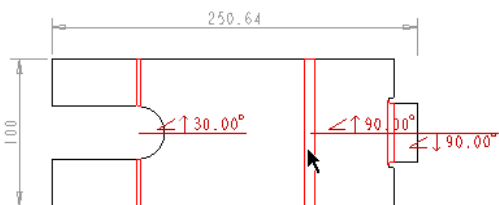
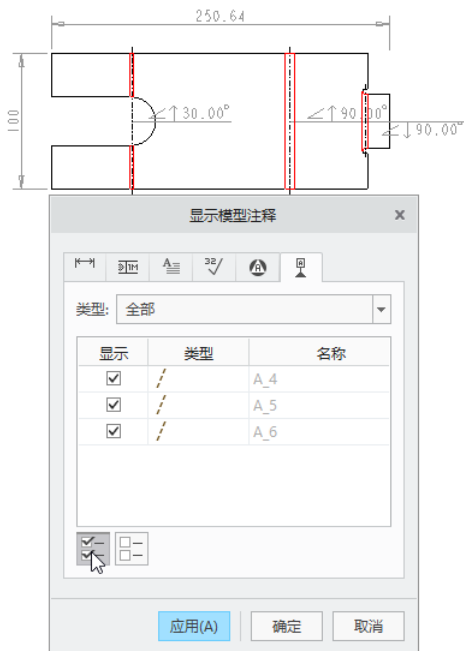

图 8-75 单击平整形态的折弯部位
图 8-76 设置显示模型轴线
(1) 在功能区中切换到“注释”选项卡，从“注释”组中单击  (显示模型注释) 按钮，打开“显示模型注释”对话框。
(2) 在“显示模型注释”对话框中单击  (显示模型注解) 选项卡，接着在平整形态视图(展平视图)中单击任意一个折弯部位，此时在该视图中预览折弯线注释，如图 8-75 所示。
(3) 在  (显示模型注解) 选项卡中单击  (全选) 按钮，接着单击“应用”按钮。
(4) 在“显示模型注释”对话框中单击  (显示模型基准) 选项卡, 从该选项卡的“类型”下拉列表框中选择“轴”选项, 单击  (全选) 按钮, 如图 8-76 所示, 然后单击“应用”按钮。